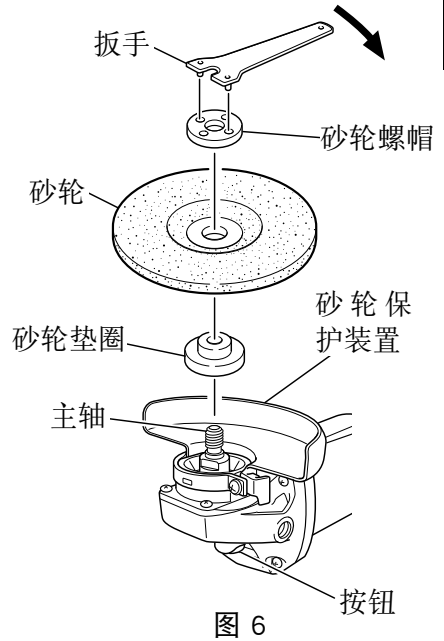

图 6
砂轮的组装与分解（图 6）
1. 组装（图 6）
如图 6 所示，用附带的扳手拧紧砂轮螺帽。